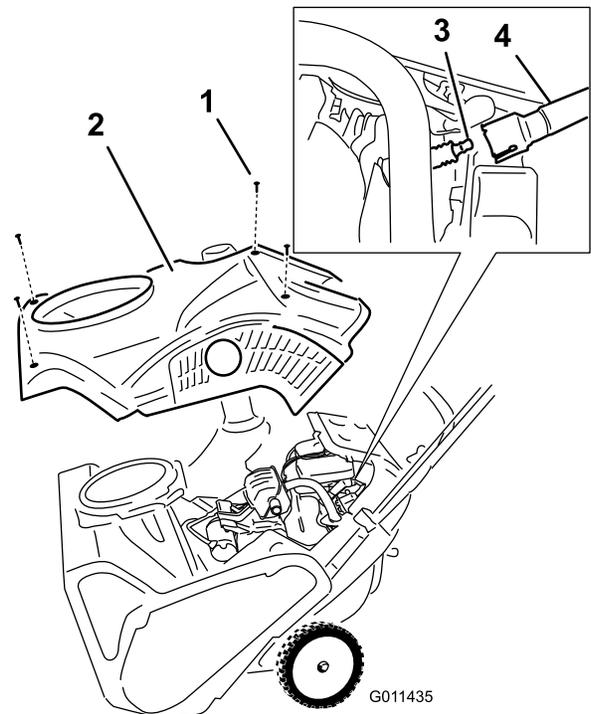

Figure 25
4. Enlevez les 4 vis de fixation du carénage (Figure 25).
6. Déposez le carénage (Figure 25).